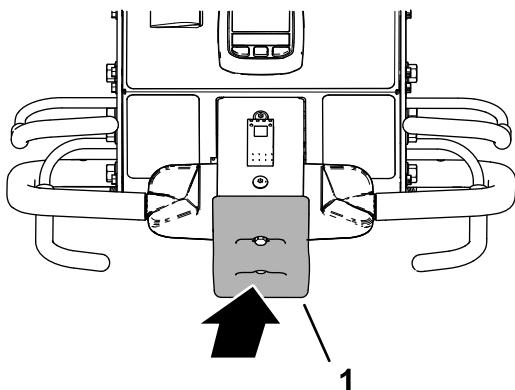

Figura 85
**Important:** Pentru a opri imediat maina, apăsăi comutatorul de oprire la denivelare (Figura 85).